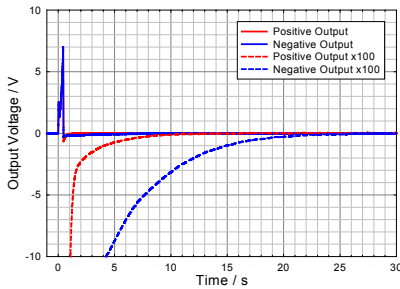
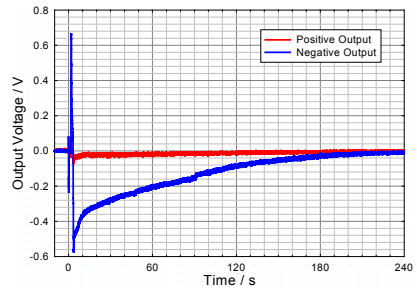

Abb. 3. Einschaltverhalten bei Null-Eingangsspannungen.
Abb. 4. Ausschaltverhalten bei Null-Eingangsspannungen.
Die Ausgangs-Offset-Spannungen werden automatisch auf einen Wert von ca. 100  $\mu\text{V}$  runtergeregelt (siehe Technische Daten). Die Regelschleife benötigt für eine komplette Ausregelung mehrere Minuten (vgl. mit Abb. 3). Soll nach einer Viertelstunde nicht der garantierte Wert erreicht werden, sollen die Kurzschüsse an den Eingängen überprüft werden. Insbesondere muss darauf geachtet werden, dass diese keine thermoelektrischen Spannungen erzeugen und dass kei-
**! Vorsicht:** Am Ausgang des Verstärkers entsteht beim Ein- oder Ausschalten ein Spannungspuls, der das Messgerät beschädigen kann (siehe Abb. 3 und Abb. 4). Bei einer fehlerhaften Beschaltung der Eingänge kann sich weiterhin auf dem Ausgang die maximale Spannung von mehr als 200 V befinden, die ebenfalls das Messgerät überlasten kann. Konsultieren Sie die Bedienungsanleitung des Messgerätes, bevor Sie es an den Verstärkerausgang anschließen.